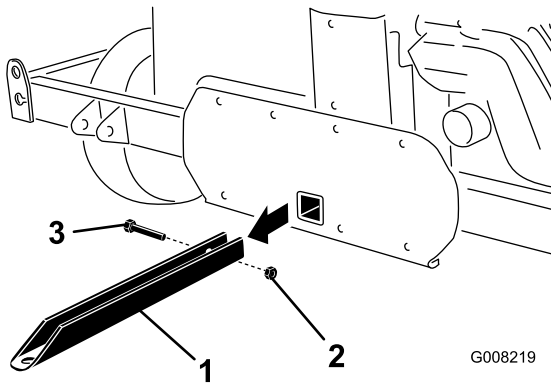

Figura 7
1. Retire o parafuso e a porca que seguram a barra de reboque à frente do processador core (Figura 7).